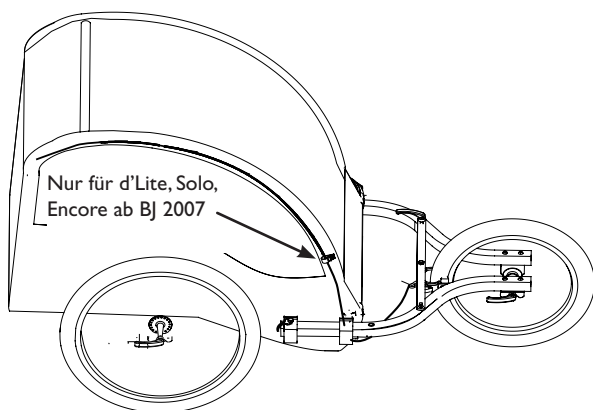

Abbildung 17
3. Befestigen Sie den Bremszug am Clip und führen Sie ihn nach oben in Richtung Schiebebügel (s. Abbildung 17).